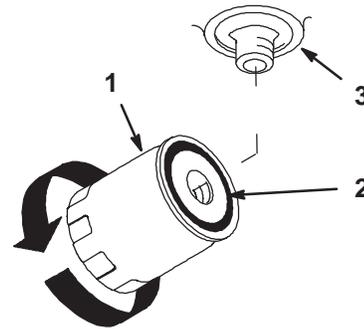

Figure 57
3. Placez un bac de vidange sous le filtre, déposez le filtre usagé et essuyez la surface du joint de l'adaptateur (Fig. 57).
4. Appliquez une fine couche de liquide hydraulique sur le joint en caoutchouc du filtre de rechange (Fig. 57).
6. Remplissez le réservoir hydraulique jusqu'à ce que le liquide déborde du filtre. Tournez alors le filtre à huile dans le sens horaire jusqu'à ce que le joint en caoutchouc vienne toucher l'adaptateur du filtre. Serrez ensuite le filtre de 1/2 tour supplémentaire (Fig. 57).